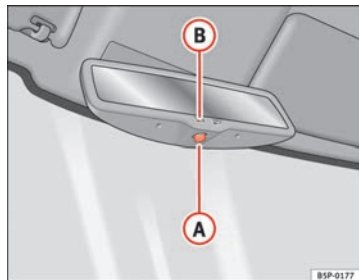

Abb. 67 Automatisch abblendbarer Innenspiegel
- Drücken Sie die Taste **(A)** ⇒ Abb. 67. Die Kontrollleuchte **(B)** erlischt.
- Drücken Sie die Taste **(A)** ⇒ Abb. 67. Die Kontrollleuchte leuchtet auf.